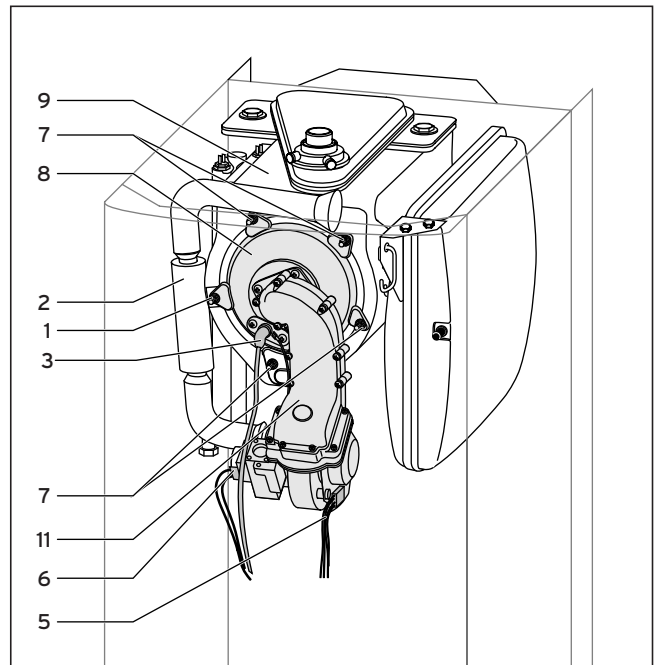

Fig. 8.3 Installare il modulo termico compatto
- Inserite il modulo termico compatto (8) sullo scambiatore di calore integrale a condensazione (9) (fig. 8.3).
- Avvitare i 5 dadi (7) omogeneamente in modo incrociato.
- Applicare il tubo di aspirazione dell'aria (2) al bocchettone di aspirazione e stringete la vite (1).